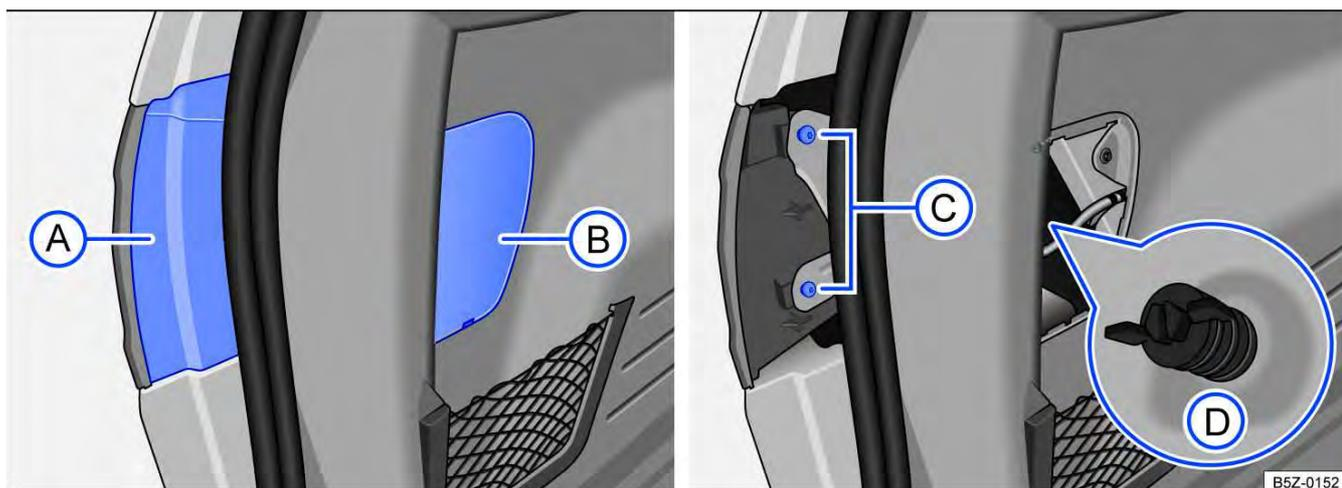
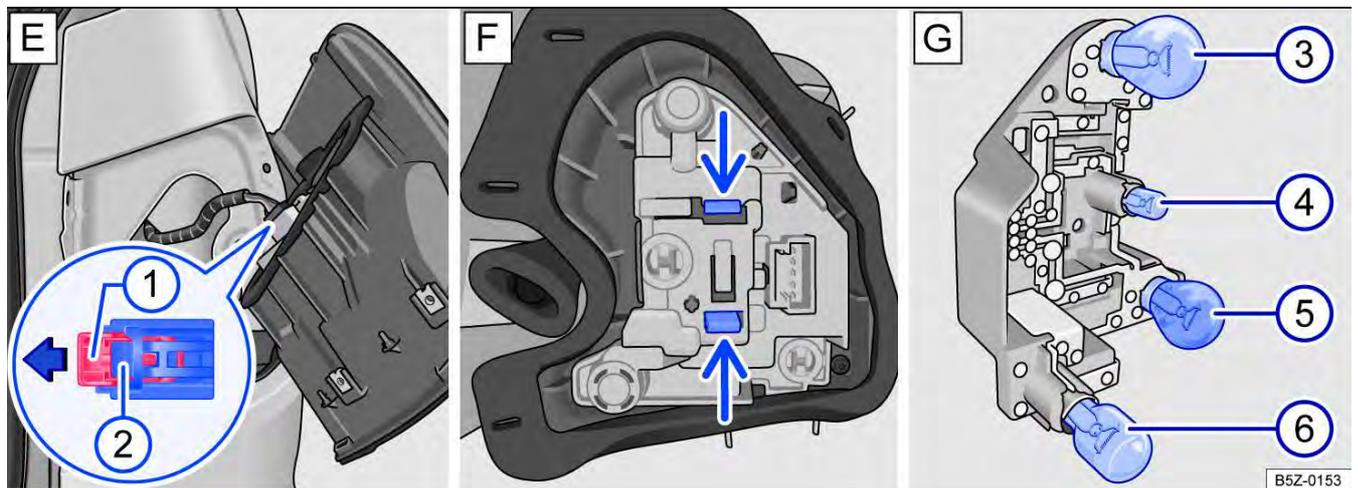

Fig. 142 Na carroceria: ① e ② coberturas para remover a lanterna, ③ parafusos de fixação na carroceria, ④ parafuso borboleta (lupa). ▶
Fig. 143 Lanterna traseira: E: remover a lanterna da carroceria; F: suporte das lâmpadas; G: no suporte das lâmpadas.
3. Remover com cuidado a cobertura (A) → Fig. 142 pela parte superior.
4. Remover com cuidado a cobertura (B) pela parte inferior.
5. Remover os parafusos de fixação → Fig. 142 (C).
6. Soltar o parafuso borboleta (D), segurando, ao mesmo tempo, a lanterna traseira.
8. Retirar o conector de alimentação, primeiramente puxar a trava vermelha (1) no sentido da seta → Fig. 143 E e remover o conector (2) da lanterna.
10. Para destravar o suporte das lâmpadas, pressionar cada lingueta de travamento → Fig. 143 F no sentido das setas.
12. Para remover as lâmpadas incandescentes queimadas → Fig. 143 G (3) e (5), pressionar a lâmpada contra o suporte e girar no **sentido anti-horário** para removê-la.
13. Para remover as lâmpadas incandescentes queimadas → Fig. 143 G (4) e (6), puxar a lâmpada do suporte para removê-la.
15. Para inserir as lâmpadas novas (3) e (5) no suporte, colocar a nova lâmpada no respectivo alojamento, pressionar a lâmpada e girar no **sentido horário** até o batente.
16. Para inserir as lâmpadas novas (4) e (6) no suporte, encaixar a nova lâmpada no respectivo alojamento e empurrar a lâmpada no suporte.
18. Instalar o suporte das lâmpadas na lanterna traseira. As linguetas de travamento → Fig. 143 F devem encaixar de forma audível.
A localização e a identificação das lâmpadas incandescentes → Fig. 143 G estão relacionadas a seguir: